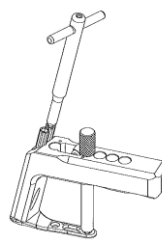

図 1
- 1) プレートサイズを決定後、器具をセットアップし、ドリル及びガイドピンの干渉チェックを行います。（図 1）